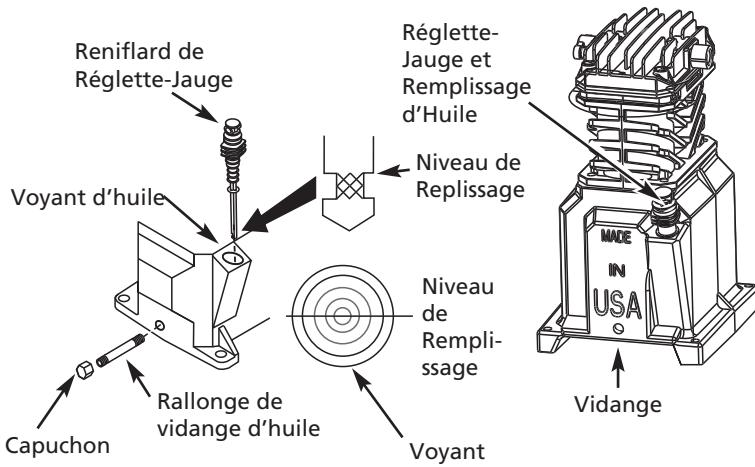

Figure 2
Monter le rallonge de vidange d'huile et le capuchon **avant d'ajouter de l'huile à la pompe**. Pour éviter des fuites d'huile, il est hautement recommandé d'appliquer le ruban d'étanchéité de filetage de PTFE, ou l'enduit d'étanchéité de filets, aux filets sur chaque extrémité de l'extension de drainage de l'huile. Visser le capuchon à un bout du rallonge. Enlever le bouchon de vidange d'huile de la pompe et poser le rallonge de vidange d'huile (Voir Figure 2).
**NOTE :** Si votre modèle est doté d'un voyant d'huile, ajoutez l'huile au centre. (Voir la Figure 2).
### DÉMARRAGE (VOIR FIGURE 2)